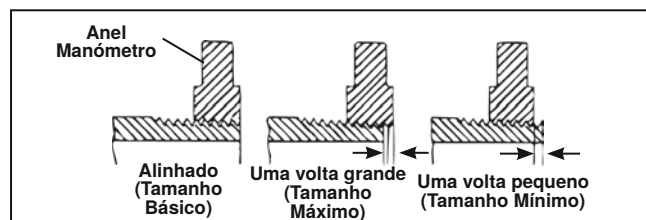

Figura 25 – Verificar o tamanho da rosca
- Veja até onde vai a extremidade do tubo através do anel calibrador. A extremidade do tubo deve ficar alinhada com a lateral do calibrador, com uma volta a mais ou a menos (figura 25). Caso a rosca não esteja corretamente calibrada, corte a rosca, ajuste a tarraxa e recorte uma nova rosca. Ao utilizar uma rosca que não esteja corretamente calibrada, pode provocar fugas.